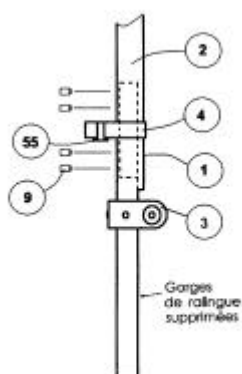

Fig.2
III 4 a - Assembler les profils de guindant (1 et 2) en commençant par le profil inférieur de longueur 0.60 m (1) qui comporte le guide ralingue (3). Fig 2. La partie basse de ce profil (1) est identifiable parce que les gorges de ralingue ont été supprimées.